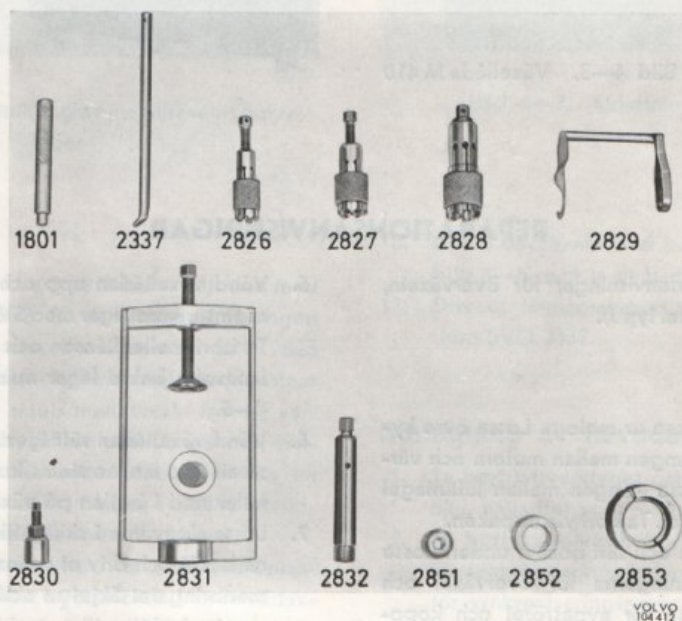

Bild 4—1. Specialverktyg
- SVO 2520 Stativ, se bild 4—2. Användes tillsammans med fixtur SVO 2825.